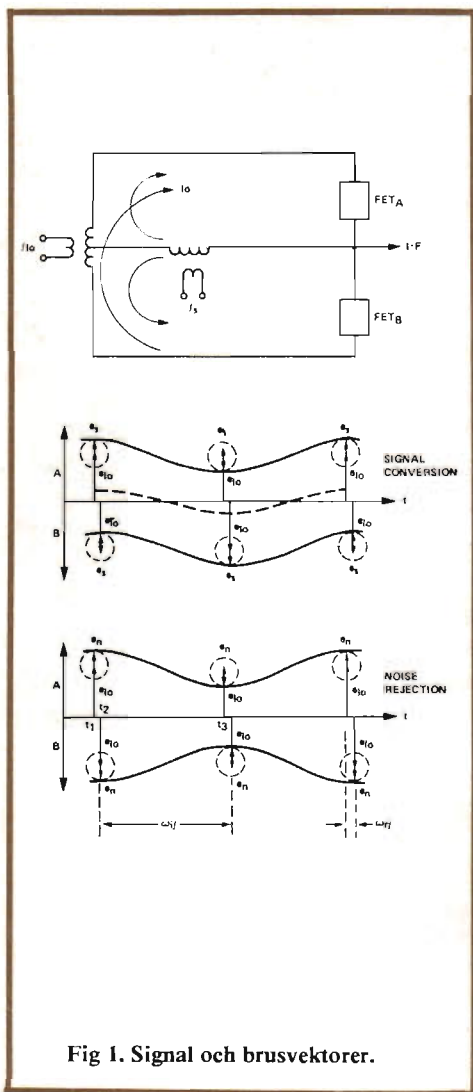

Fig 1. Signal och brusvektorer.
■ ■ När fälteffekttransistorer med hög gränshänsfrekvens och med allmänt sett goda data används i en aktivt balanserad blandare, kommer denna konstruktion att uppvisa klara fördelar i jämförelse med hotcarrier-diod-blandare. En jämförelse mellan olika typer av blandare görs i *fig 1*. Fördelar och nackdelar hos olika halvledarblandare visas i *tabell 2*.
Viktiga detaljer med avseende på den balanserade blandarens funktion, som omfattar signalens omvandling och lokaloscillatorns brusundertryckning, illustreras lättast i diagrammet i *fig 1*.